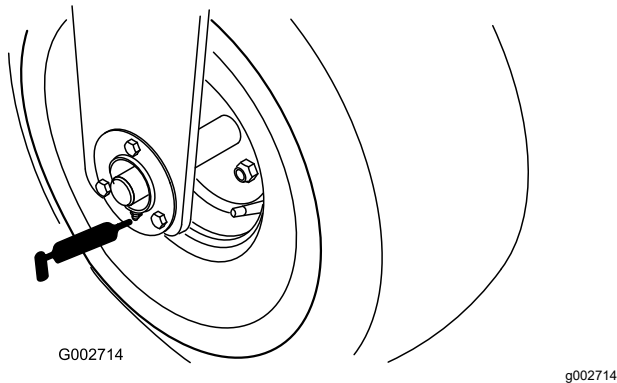

Figura 19
- 1 cuscinetto della ruota anteriore (Figura 19).